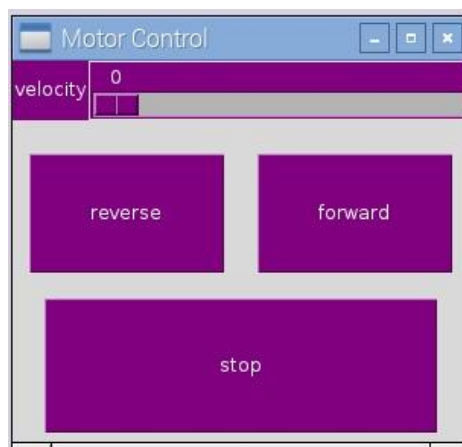

Рисунок 6.4 – Графічний інтерфейс користувача для керування двигуном
Результат виконання сценарію показаний на рис. 6.4.
4. Колір інтерфейсу вибрати інший, ніж в прикладі на рис.6.4.